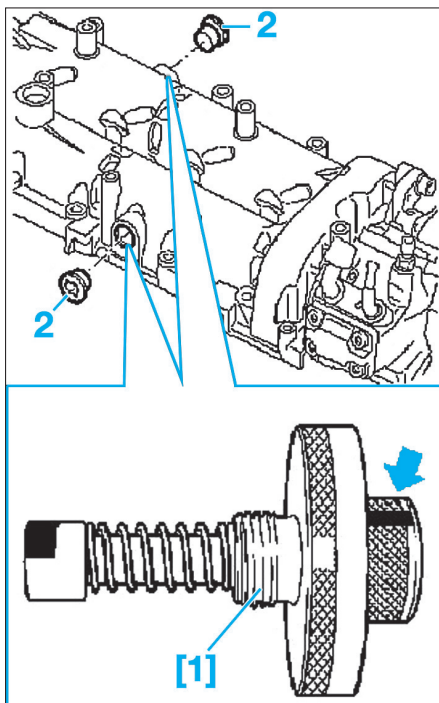

Fig. 14
- Déposer les bouchons (2) du carter d'arbre à cames (Fig.14).
- Monter deux outils [1] en lieu et place des bouchons (2) en prenant garde à leur position de montage.